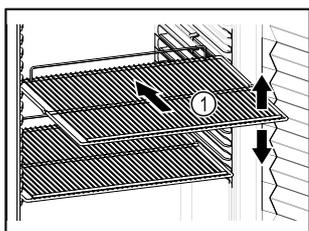

Fig. 59 Représentation à titre d'exemple
- ❑ Lorsque les grilles de support Fig. 59 (1) peuvent être déplacées, changez leur position en fonction de la hauteur des aliments.